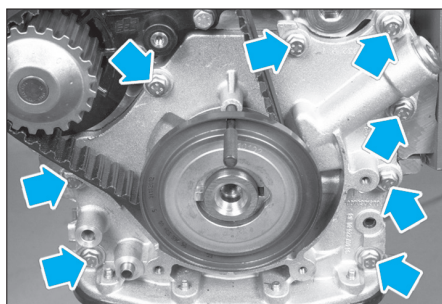

Fig. 16
- les huit vis de la pompe à huile en bout de vilebrequin (Fig.16),